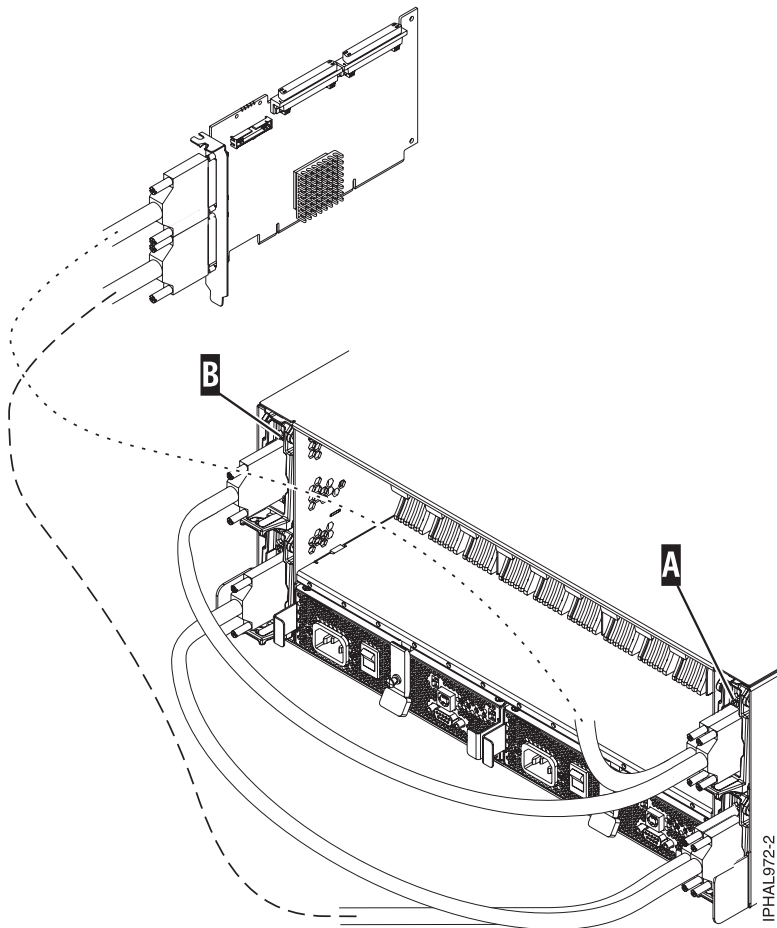

Figure 20. Câble SCSI reliant une carte répéteur double connectée à une carte répéteur simple
- Si vous utilisez à la fois des cartes répéteur simples et doubles, branchez un câble SCSI à la carte répéteur initiateur double (A). Connectez ensuite la carte répéteur double (A) à la carte répéteur simple (B) en utilisant un autre câble SCSI. Pour plus d'informations, voir figure 20, à la page 54.